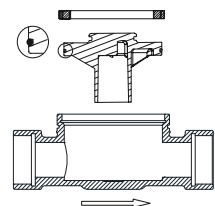

Abb. 1
- 6.4. Nach Abkühlen den Deckel mit aufgezoogenem O-Ring einsetzen. **Unbedingt darauf achten, dass der O-Ring in der Nut des Deckels richtig positioniert ist (Abb. 1). Den Deckel sorgfältig dicht schrauben.**